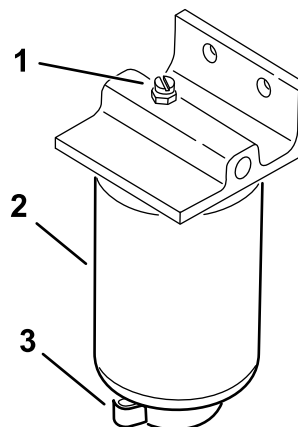

Figura 36
4. Aprite il tappo di spurgo del filtro e la valvola di sfiato (Figura 36).